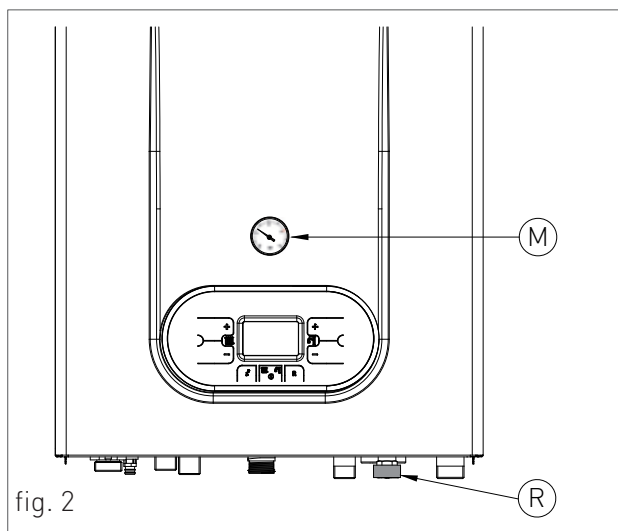
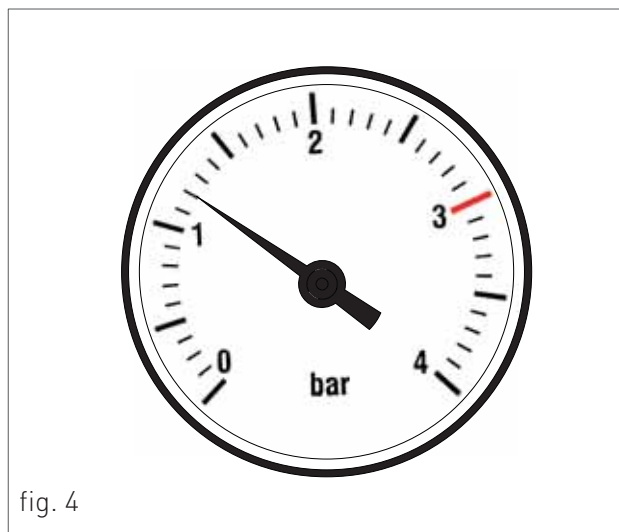

fig. 2
fig. 4
Per il posizionamento, operare come segue (vedi fig. 2):
4. aprire il rubinetto di carico "R" (fig. 2);
6. controllare attraverso il manometro "M" (fig. 2) che la pressione dell'impianto raggiunga 1.2 bar (fig. 4);
7. ad operazione avvenuta, assicurarsi che il rubinetto di carico "R" (fig. 2) sia ben chiuso.
10. se dopo le suddette operazioni si rilevasse una diminuzione della pressione dell'acqua nell'impianto, aprire di nuovo il rubinetto di carico "R" fino a che la pressione nel manometro non segni 1.2 bar (fig. 4)